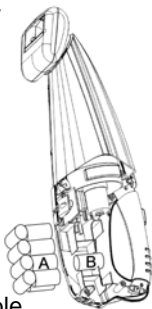

Fig. 8
5. Levante cuidadosamente la batería superior (A) y desconecte los terminales. Luego quite la batería (B) que está en el fondo y desconecte el terminal. (Fig. 8)
6. Conecte primero el terminal en la nueva batería individual (B) y colóquela en la unidad. Conecte los terminales de la nueva batería (A) teniendo cuidado en conectar primero el cable negro (-) al conector negativo y después el cable rojo (+) al conector positivo. Coloque la nueva batería (A) dentro del compartimiento.